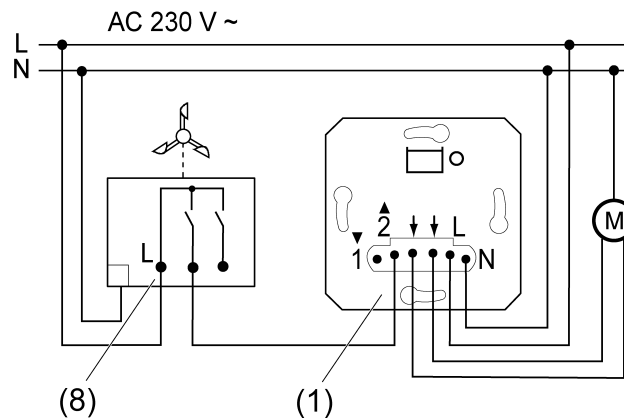

Bild 6: Anschlussbeispiel Windsensor
- Den Windsensor (8) nach Anschlussbeispiel anschließen (Bild 6). Windalarm wird über den Nebenstelleneingang 2 realisiert.